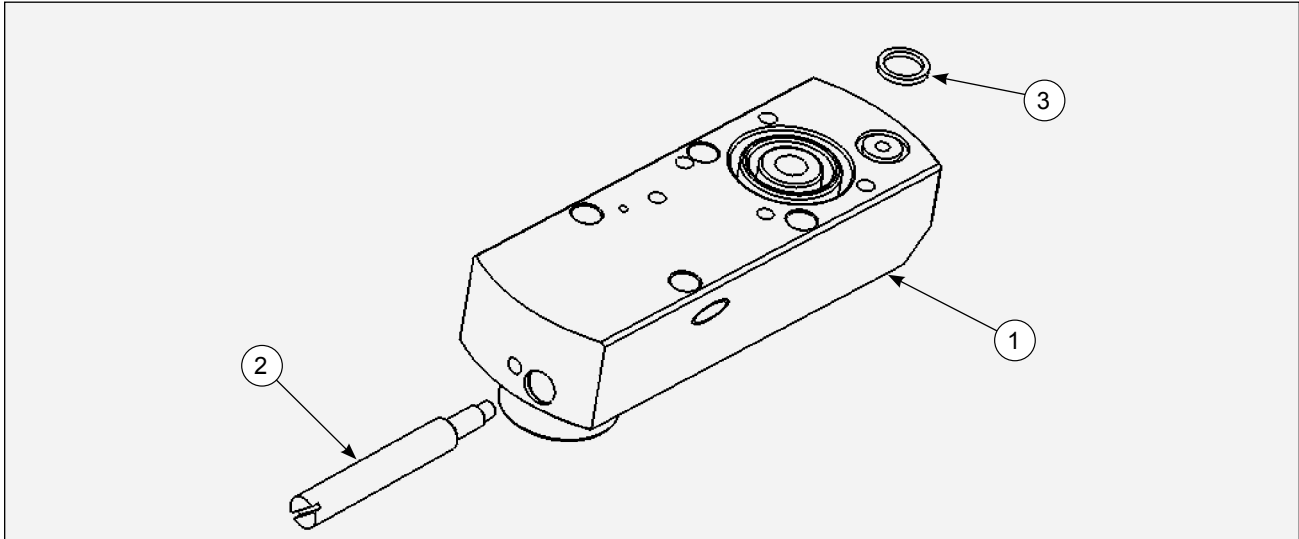

Figura 30: Cabezal único de 90°
**CABEZAL ÚNICO DE 90° 80424-00- LISTA DE PIEZAS (Figura 30)**